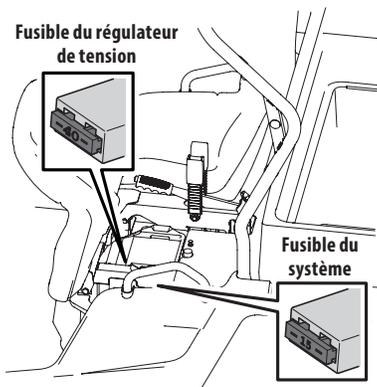

Figure 4-9
5. Enlevez le fusible défectueux et remplacez-le par un fusible d'intensité appropriée. Voir Figure 4-9.